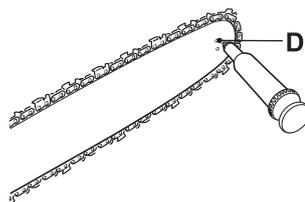

Fig.39
2. Procurez-vous un pistolet de graissage jetable; insérez la pointe dans le trou de graissage (D) et injectez l'huile jusqu'à ce qu'elle déborde du trou du pignon (Fig. 39).